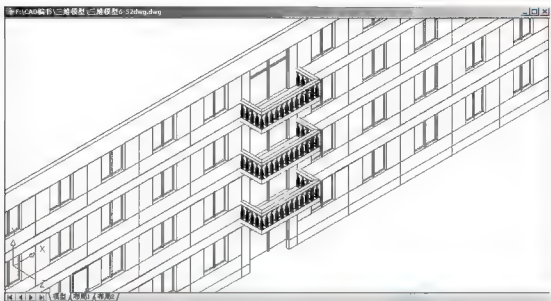

图 6.57 阵列生成 3 层和 4 层的阳台
- (4) 单击【确定】按钮关闭对话框, 组成阳台的所有图元均被选中。
- (5) 执行【阵列】命令, 【阵列】对话框内的设定参数为 3 行、1 列、行偏移 3300, 结果如图 6.57 所示。